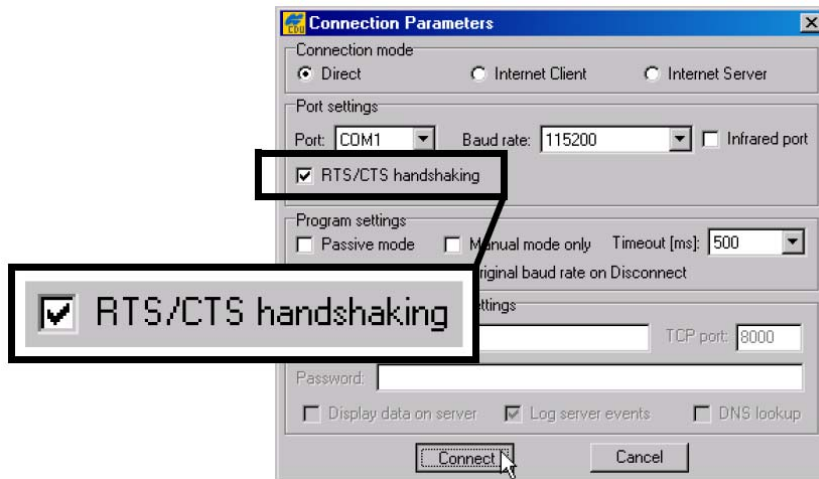

Рисунок 5-9. Диалоговое окно Connection Parameters – флажок RTS/CTS handshaking
2. Запустите программу PC-CDU. В диалоговом окне **Connection Parameters (Параметры интерфейсов)** выставьте флажок **RTS/CTS handshaking (квитирование сигналами RTS/CTS)** (см. рис. 5-9).